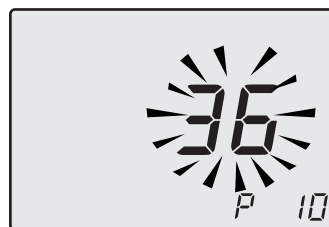

Рисунок 5.45
- Пролить параметры, используя кнопки 16 и 17 до появления на ЖК-дисплее кода **P10** и значения параметра, которые указывают на вход в "параметр 10" (Рисунок 5.45).